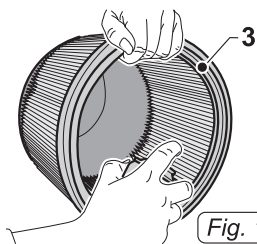

Fig. 13
- Очистить фильтр (3 Рис. 13) изнутри по направлению наружу с помощью струи воды; если фильтр слишком загрязнен, необходимо заменить его.